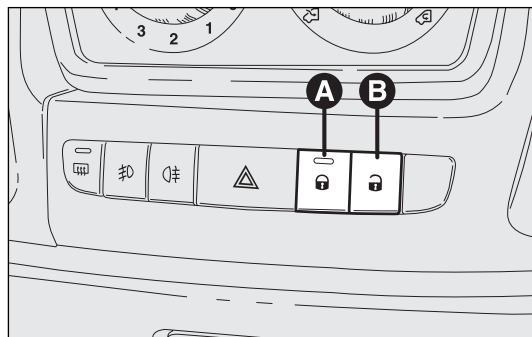

fig. 118
Si une ou plusieurs portes sont ouvertes après avoir appuyé sur le bouton  de la télécommande, les clignotants et la DEL se trouvant sur le bouton A-fig. 118 clignotent rapidement pendant environ 3 secondes. Quand la fonction est active, les touches A et B fig. 118 sont désactivées. En effectuant une double pression rapide sur le bouton  de la télécommande, le dispositif dead lock s'active (voir paragraphe « Dispositif dead lock »).
Appuyer sur le bouton A-fig. 118 pour verrouiller les portes et sur le bouton B pour les déverrouiller. Les actions de verrouillage/déverrouillage se font de manière centralisée (AV et AR). Lorsque les portes sont verrouillées, la DEL sur le bouton A est allumée et une pression sur le bouton B provoque le déverrouillage centralisé de toutes les portes et l'extinction du témoin. Lorsque les portes sont déverrouillées, la DEL est éteinte et une pression sur le bouton provoque le verrouillage centralisé de toutes les portes. Le verrouillage des portes n'est activé que si toutes les portes sont bien fermées.
on ne pourra pas effectuer le déverrouillage par le bouton A-fig. 118 situé sur la planche de bord.
- les boutons A-B fig. 118 de verrouillage/déverrouillage
L'activation du dispositif est signalée par 3 clignotements des feux clignotants et par le clignotement de la DEL située sur le bouton A-fig. 118 entre les commandes sur la planche de bord.